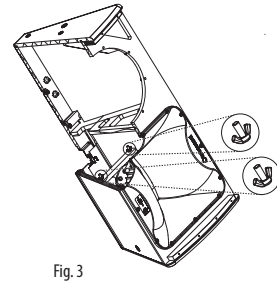

Fig. 3
4. ベースドライバーの空洞から手を伸ばし、コンプレッションドライバーの保持プレースを固定している2つの蝶ナットを緩めます (図 3)。
10. 蝶ナットを締めて、圧縮ドライバー保持プレースに戻します (図 3)。